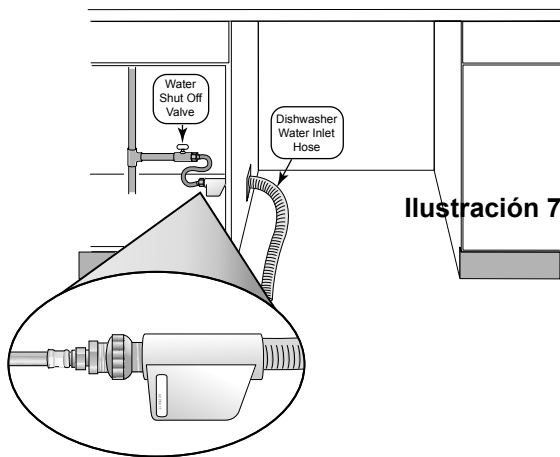

Ilustración 7
Instale una válvula de cierre fácilmente accesible (no incluida) en la línea de suministro de agua caliente, como se muestra en la **Ilustración 7**. Se deben realizar todas las conexiones soldadas antes de conectar la tubería de agua a la lavadora de platos
1. Instale la conexión del adaptador del suministro de agua de la bolsa de partes sobre la manguera de suministro de agua de la lavadora de platos (vea la Ilustración 7). Esta conexión no requiere cinta de teflón.
NOTA: El extremo de la manguera de agua de la lavadora de platos está pesado y debe tener un soporte. Es mejor descansar el extremo sobre el piso del gabinete como se muestra en la Ilustración 7.